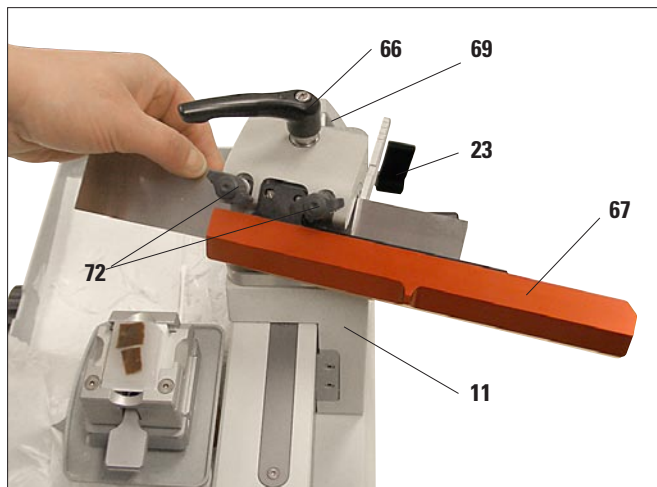

図 33
- ナイフスレッジ (11) をロッキングノブ (23) で所定位置にロックします。
- ナイフホルダーがクランプレバー (66) でしっかりと固定され、ローレットネジ (69) が締め付けられていることを確認してください。
- ナイフガード (67) を右に押し、ナイフを挿入できるようにクランピングネジ (72) を十分緩めます。
- ナイフを左から慎重にナイフホルダーに挿入し、所定位置に保持します (図 33)。
- 両方のナイフクランピングネジ (72) を交互に時計方向にしっかりと締め付け、ナイフをナイフガードでカバーします。